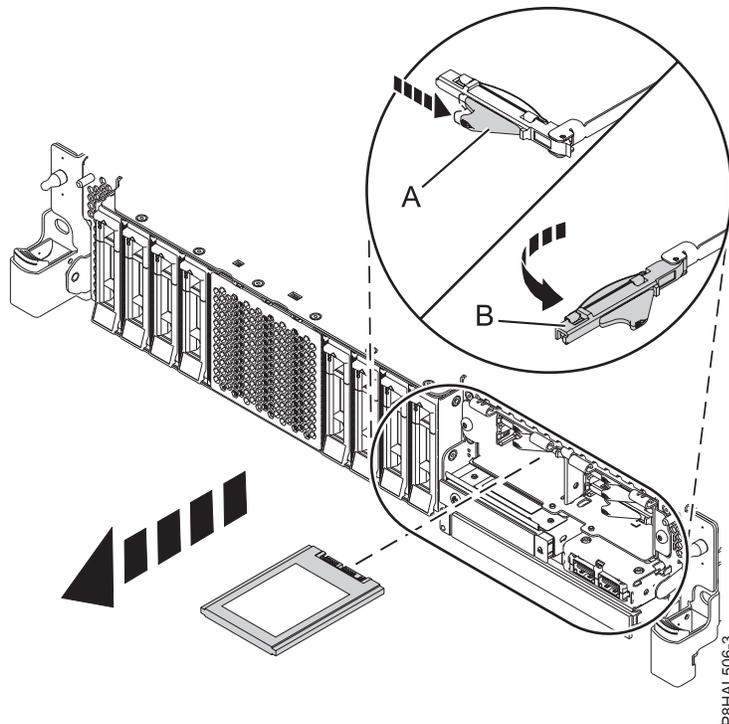

Abbildung 53. Solid-State-Laufwerk in einem System mit erweiterten Funktionen ausbauen
12. Wenn die Kennzeichnungs-LED leuchtet, ohne zu blinken, entriegeln Sie den Griff des Laufwerks **(B)**, indem Sie die Verriegelung **(A)** in die gezeigte Richtung schieben und den Griff des Laufwerks **(B)** zu sich hin nach außen ziehen. Siehe Abb. 53 auf Seite 59. Wird der Griff nicht ganz nach außen gezogen, lässt sich das Solid-State-Laufwerk nicht aus dem System schieben.